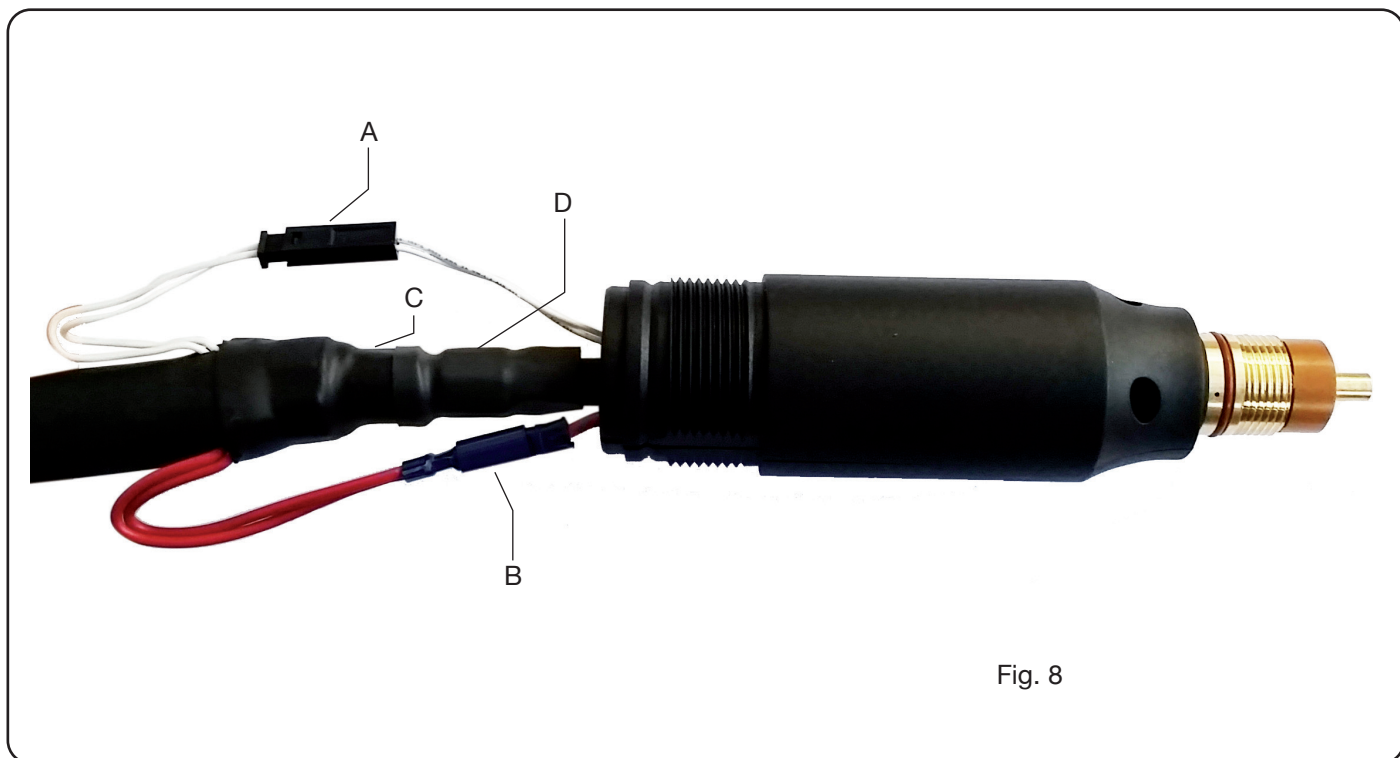

Fig. 8
- Desenroscar los tornillos sin cabeza **G1** y **G2** y a continuación el mango **M**, tirándolo hacia atrás hasta dejar a la vista todos los cables (véase Fig. 8).
- Enroscar los racores **D** y **E**, respetando la orientación indicada en Fig. 8.
- Desenroscar los tornillos sin cabeza **G1** y **G2** y, a continuación, el mango **M**, tirándolo hacia atrás hasta mostrar todos los cables (véase Fig. 8);
- Enroscar los racores **D** y **E** respetando la orientación indicada en Fig.8.